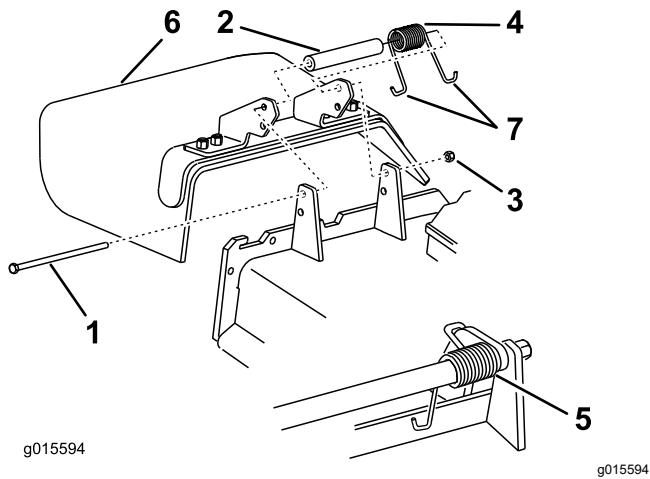

Figure 51
3. Retirez le contre-écrou, le boulon, le ressort et l'entretoise qui fixent le déflecteur aux supports de pivot (Figure 51).
4. Enlevez le déflecteur s'il est endommagé ou usé (Figure 51).
**Remarque:** Prenez soin de placer une extrémité en J du ressort derrière le bord du tablier avant de mettre le boulon en place, comme montré à la Figure 51.
8. Placez une extrémité en J du ressort autour du déflecteur d'herbe (Figure 51).